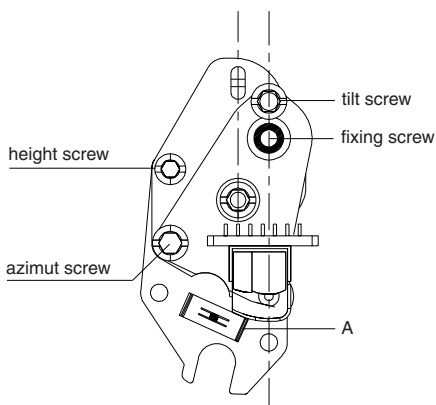

Figura 10-4
Quite el muelle de fijación (A) (ver figura 10-4)